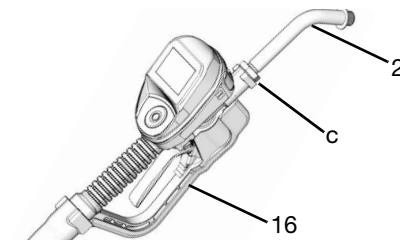

图 10
- 调节加长管 (2) 上的螺母 (c)，以便最大程度啮合加长管的螺纹（图 10）。
- 将加长管 (2) 拧入机罩内并拧到底（图 10）。
- 将加长管 (2) 与计量分配阀机罩和手柄 (16) 对齐（图 10）。
- 牢固拧紧螺母 (c)（图 10）。